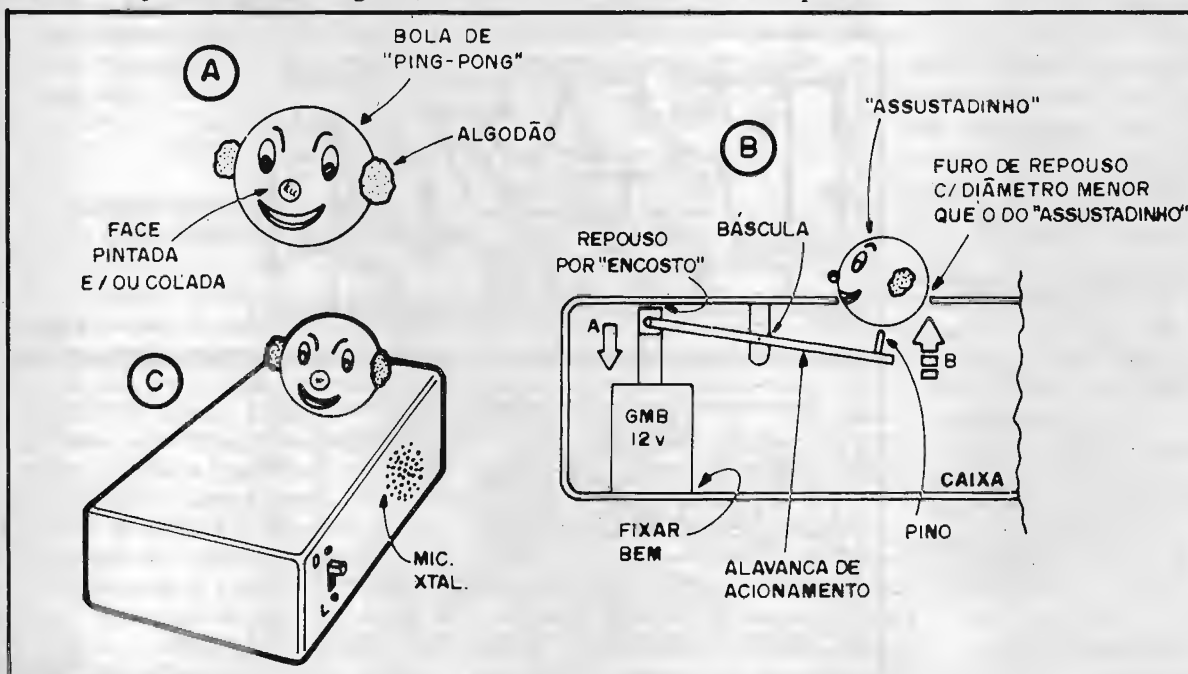

Fig. 6
- **FIG. 6-A** - O bonequinho (o próprio "ASSUSTADINHO"...) em sua mais simples concepção. Uma bolinha de tênis de mesa (ping-pong) é suficientemente leve para a função. Basta pintar ou decalcar "olhos, nariz e boca", artisticamente realizando um palhaquinho - por exemplo - simpático, já com "cara de assustado". O "nariz" pode ser proeminente (uma conta plástica vermelha "funcionará" direitinho...). Nas laterais da cabeça do palhacinho podem ser colados pequenos chumaços de algodão ou tecido, formando os "cabelinhos" do personagem... Lembrar sempre: tão importante quanto "ficar bonito" é... "ficar leve". Assim, **não** utilizar, no bonequinho e na sua "maquagem", materiais pesados... Convém trabalhar sempre com um "miolo" formado pela bolinha de tênis de mesa ou uma pequena esfera de isopor, e os complementos em papel, tecido, algodão, etc.
- **FIG. 6-B** - Detalhamento mecânico de um dos métodos de lançar o bonequinho para cima, sob a ação momentânea do solenóide. Observe que tanto a alavanca de acionamento, quanto o pino que martelará a base do bonequinho, devem ser de materiais rijos e leves (madeira fina, plástico, alumínio, etc.). A posição do eixo/báscula deverá ser experimentada de modo a se conseguir a melhor relação força/curso, de modo que, quando o pino/cursor do solenóide realizar o brusco movimento "A", o "martelo", na outra extremidade da alavanca, execute o percurso "B", dando um "pontapé no rabo" do boneco, que assim será lançado para cima! Notem ainda o "buraco de repouso" para o boneco, um simples furo redondo com diâmetro um pouco inferior ao do próprio "ASSUSTADINHO", localizado de modo que o pino acoplado à alavanca possa exercer sua ação em ponto rigidamente central, quando der a sua "martelada" para cima... Observe ainda a fixação do solenóide, bem como a determinação de curso dada pelo próprio "encosto" proporcionado pelas paredes internas da caixa (se for
- **FIG. 6-C** - "Por fora", o sistema mecânico sugerido na fig. 6-B poderá assumir o lay out mostrado. Uma caixa relativamente longa, tendo, na sua superfície frontal (tampa) o bonequinho repousando no respectivo furo e, lateralmente, o microfone de cristal e a chave interruptora... Notem, contudo, que esse é apenas um dos acabamentos possíveis, já que muitas variantes podem ser imaginadas pelo Leitor/Hobbysta, sem grandes problemas...